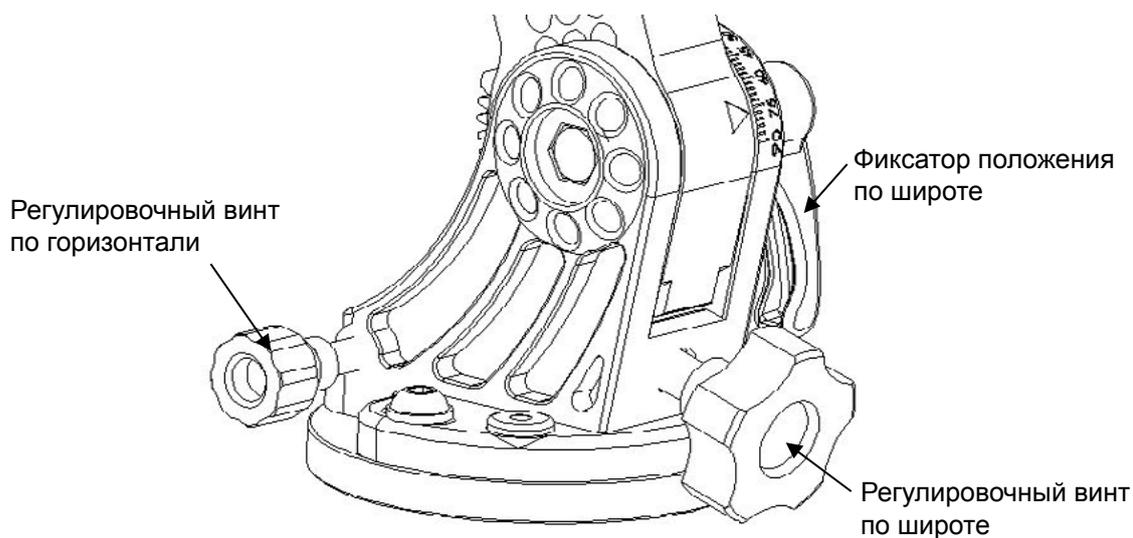

Рис. 3.4
14. Регулировочный винт по горизонтالي (см. также рис. 3.4)
СОВЕТ: полностью затянутые регулировочные винты по горизонтали (рис. 3.4) предотвращают любое вращение монтировки, что упрощает процесс крепления монтировки к треноге.
2. Тренога должна быть ориентирована таким образом, чтобы регулировочный винт по широте указывал на юг (если вы находитесь в северном полушарии). Регулировочные винты по горизонтали позволяют выполнить эту операцию точно (рис. 3.4).